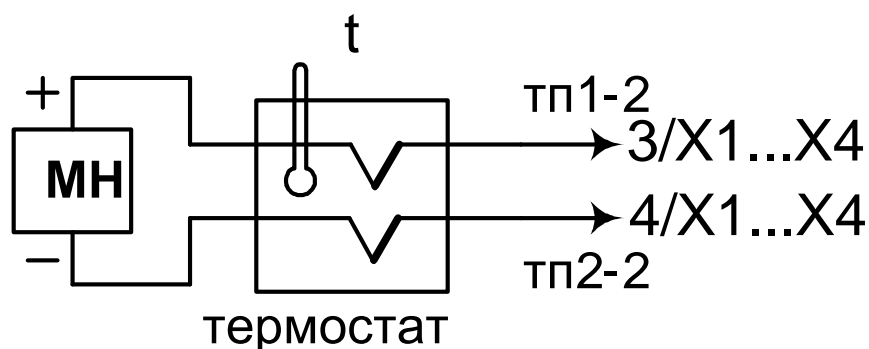

Рисунок 11.2 - Схема подключения для определения погрешности измерения сигналов ТП (остальное рисунок 11)
- меру напряжения MN для проверки сигнала от ТП (рисунок 11.2);